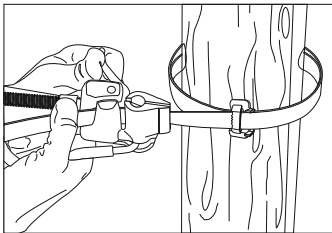

Рисунок 6
4.4 Свободный конец ленты, пропустив через скрепу, вложите снова в паз инструмента (рисунок 6). Помните, что рукоятка ножа в данный момент должна быть прижата к корпусу инструмента.